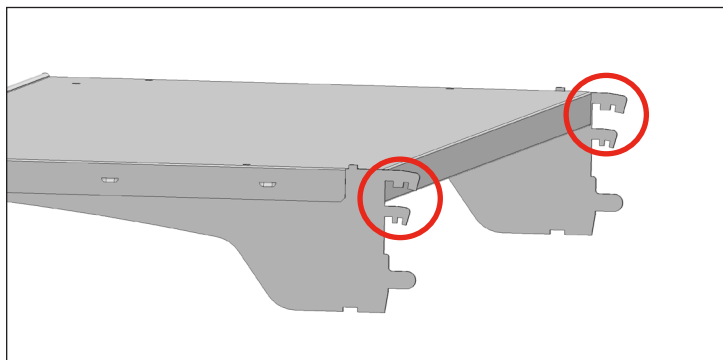

Рис. 21. Выемки для регулировки угла наклона на кронштейне полки.
3. Вставьте полку в сборе в стандартные отверстия для полки на нужной высоте и под нужным углом. См. выемки для регулировки угла наклона на рис. 21.